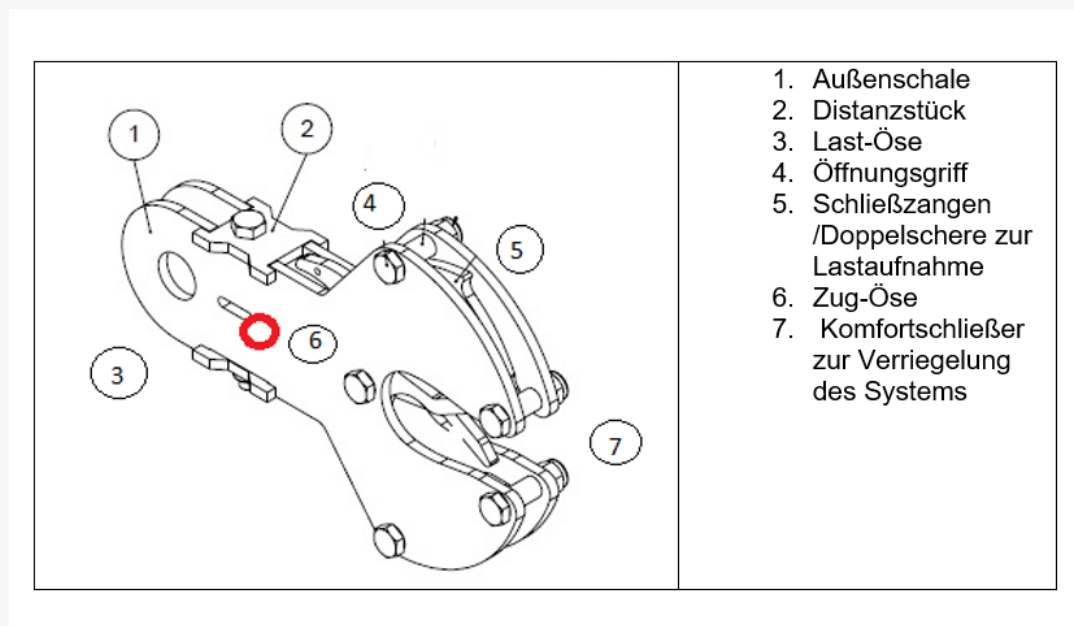

Abb.7.1.1
Beide Öffnungsgriffe (4) müssen gleichzeitig und vollständig bis zum Anschlag gedrückt werden. Der GREIF öffnet beide Schließzangen (5) und verbleibt in Offenstellung. (siehe Abb. 7.1.1)
Das Zugseil wird gezogen und der GREIF öffnet beide Schließzangen (5) und verbleibt in Offenstellung. (siehe Abb. 7.1.1)
Mittels Teleskopstange kann der GREIF direkt an der Zug-Öse gezogen und dadurch geöffnet werden. Der GREIF öffnet beide Schließzangen (5) und verbleibt in Offenstellung. (siehe Abb.7.1.1)